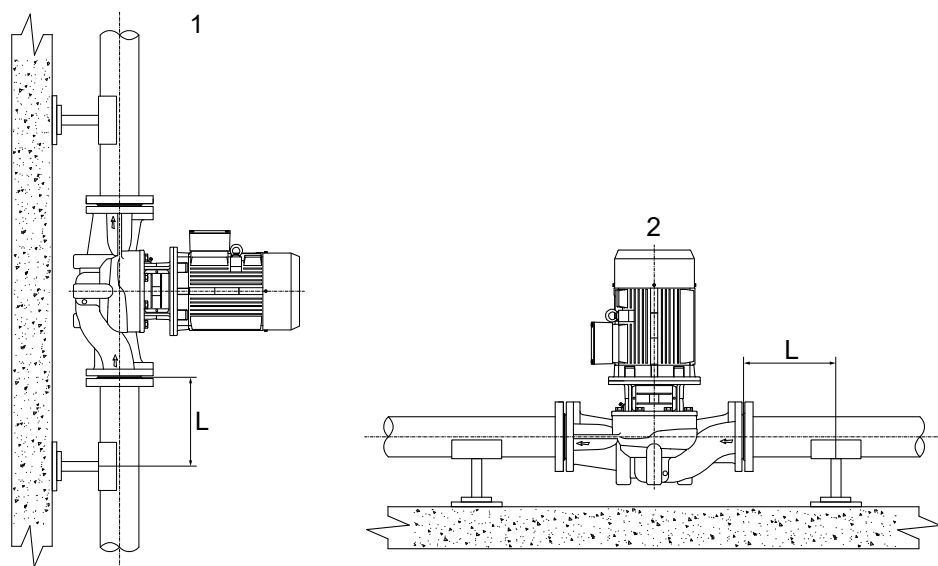

Рис. 5
- Если трубы с двух сторон могут поддерживать насос, а мощность двигателя не превышает 2,2 кВт, насос можно повесить на трубы. При этом опоры труб должны располагаться на расстоянии не более $L = 3 \times DN$ от места соединения насоса с трубопроводом (см. Рис. 5);